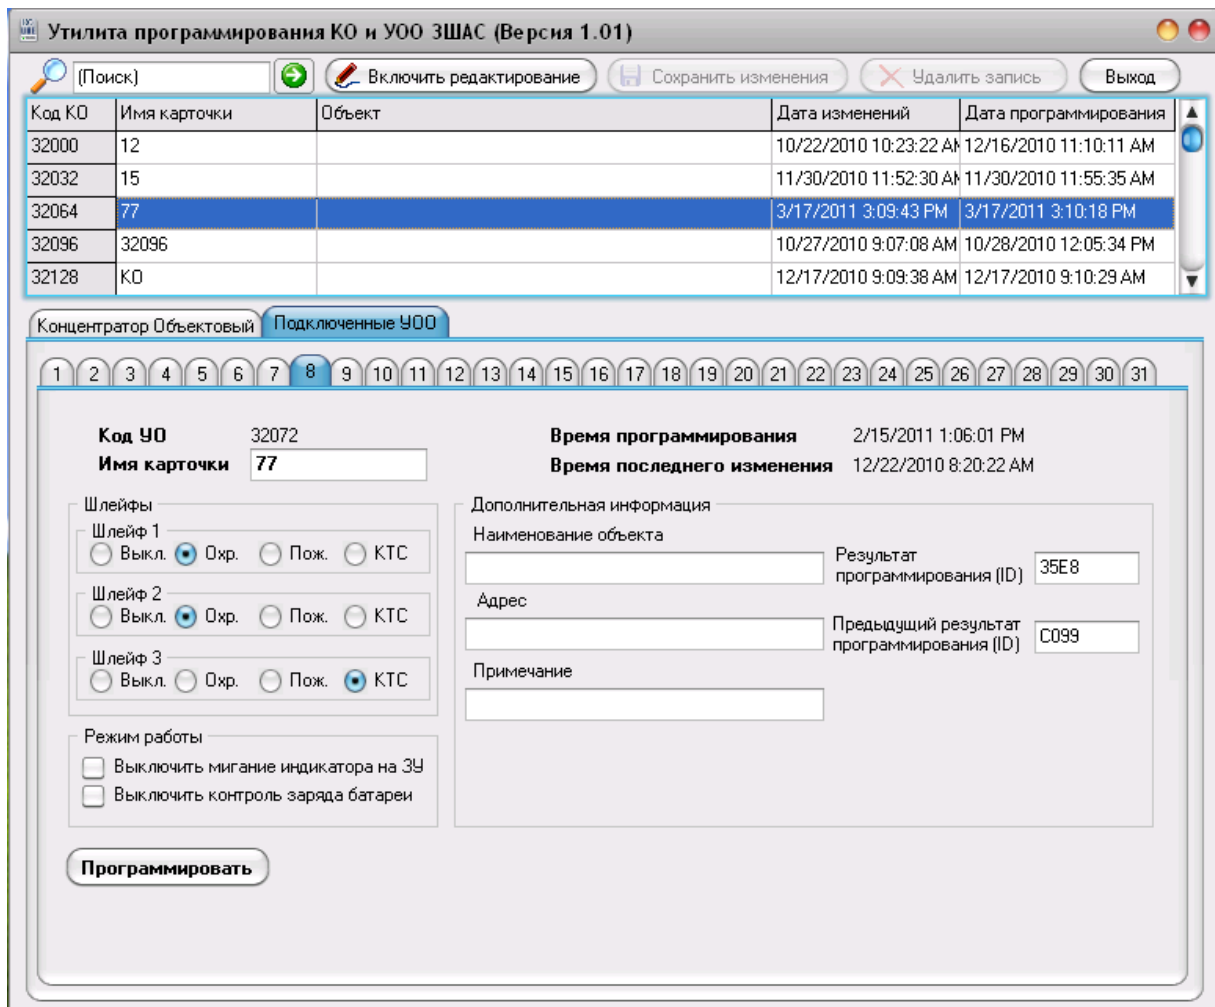

Рисунок 1. Окно программы ProgKO\_LINE.exe.
6.4. На компьютере запустите утилиту «ProgKO\_LINE.exe» (рисунок 1).